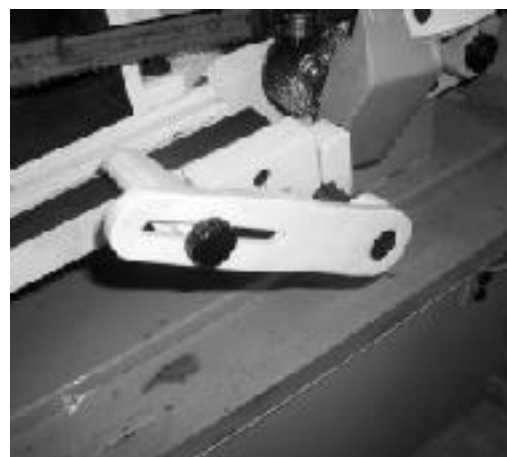

Рис. 17
Ограничитель подачи заготовки используется в основном в тех случаях, когда необходимо отрезать несколько заготовок одинаковой длины. Просто установите ограничитель (A) на рис. 17 на нужном расстоянии от полотна. Ограничитель можно переместить, ослабив стопорный винт (B) и вставив или вынув стержень (C). Затем затяните стопорный винт (&). Точную регулировку ограничителя можно выполнить, ослабив гайку (D) и повернув стопорный винт (A). Чтобы убрать стопор (A), ослабьте установочный винт (E) и переведите рычаг (F) в нижнее положение.